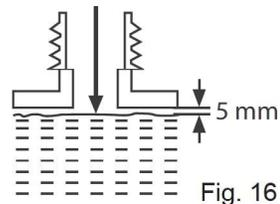

Fig. 16
- > Coloque el producto en cualquier superficie adecuada con el tapón del depósito de aceite de la cadena (28) hacia arriba.
- > Desenrosque y retire la tapa del depósito (28) y, a continuación, añada el lubricante al depósito. Utilice aceite de cadenas para motosierras.
- > Utilice un embudo apropiado con un filtro para evitar que los residuos entren en el depósito y que se derramen y se llenen excesivamente. No sobrellene y deje aproximadamente 5 mm de espacio en el borde inferior para permitir que el lubricante se expanda (Fig. 16).